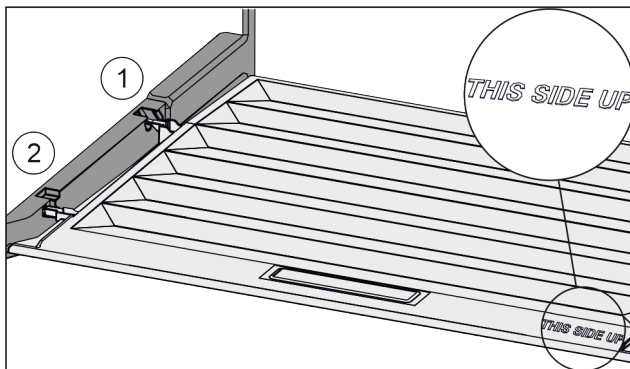

Fig. 59
- ▶ Vie kannen korkeosa takimmaisessa kiinnittimessä Fig. 59 (1) olevan aukon kautta sisään ja kiinnitä se edessä kiinnittimeen Fig. 59 (2).